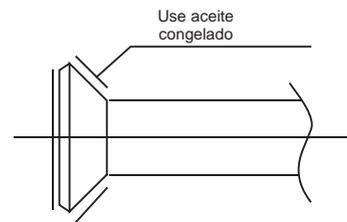

Fig.6-1
- 2 Aplique aceite congelado en la superficie abocardada de la tubería y las tuercas de unión, gire con las manos 3 ó 4 veces antes de apretar las tuercas del abocardado. (vea la Fig.6-1)